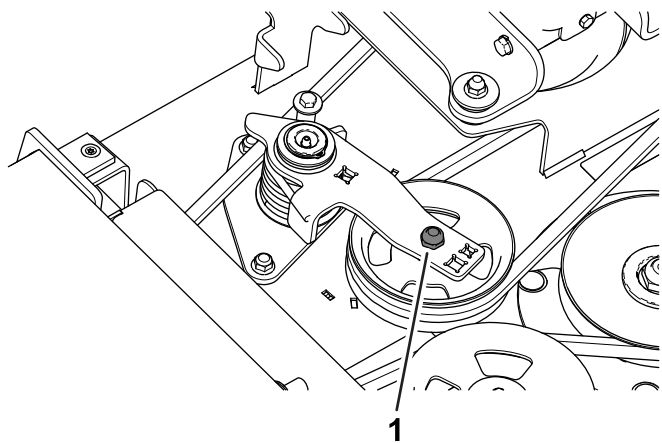

Figura 27
3. Con una chiave dinamometrica o uno strumento simile, allontanate la puleggia tendicinghia (Figura 27) dalla cinghia di trasmissione per allentare la tensione della cinghia e staccarla dalla puleggia degli ingranaggi.